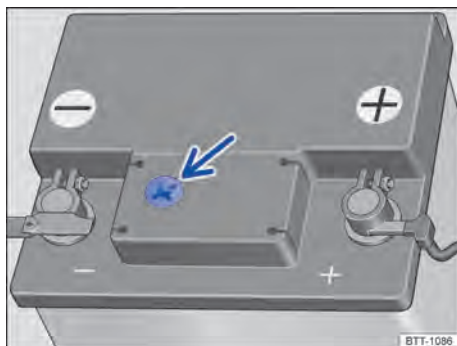

Fig. 192 No compartimento do motor: exemplo de posição do visor no lado superior da bateria do veículo.
- O visor redondo → **Fig. 192** na parte superior da bateria do veículo muda de cor conforme o nível do eletrólito.